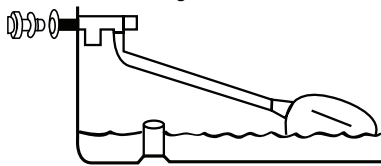

Figura 10
- Ajuste la válvula flotadora doblando la varilla del flotador en caso de ser necesario (Figura 10).